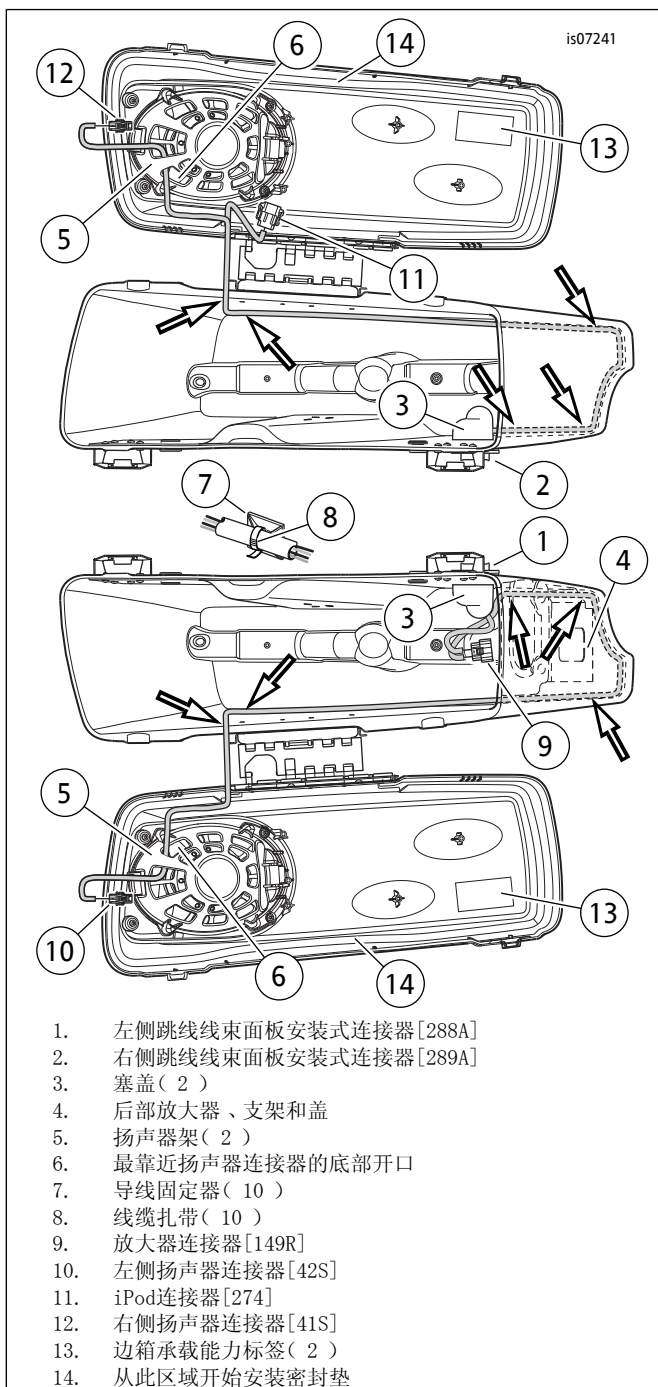

图5。在边箱内侧布设线束
10. 参见图5。从边箱内侧在面板安装式连接器(1)和跳线线束上安装塞盖(3)。将两个螺丝从外侧穿过连接器凸缘和边箱侧壁插入塞盖上的螺孔。拧紧至3.95-4.52 N·m (35-40 in-lbs)。在边箱底部布线束。
- 从盖内侧中心（铰链对侧，参见图5：项目14）开始安装密封垫。
2. 参见图5. 布设边箱扬声器跳线线束(之前已安装至边箱内):
- 参见图5。向下布线束的两个分支，然后向后围绕外侧壁布设，在边箱盖系链前方向上布设至边箱盖。
2. 将十二路连接器(标有LHS' BAG 288)插入左侧边箱上的插座(参见图5:项目1)。连接器具有键条,可防止错误组装。应听到一声清晰的“咔嚓”声。